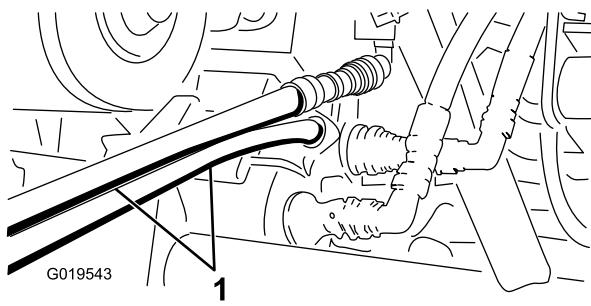

Figure 77
5. Sur l'autre machine, branchez les 2 flexibles au raccord se trouvant encore dans le support (branchez le flexible supérieur au raccord supérieur et le flexible inférieur au raccord inférieur) (Figure 77).